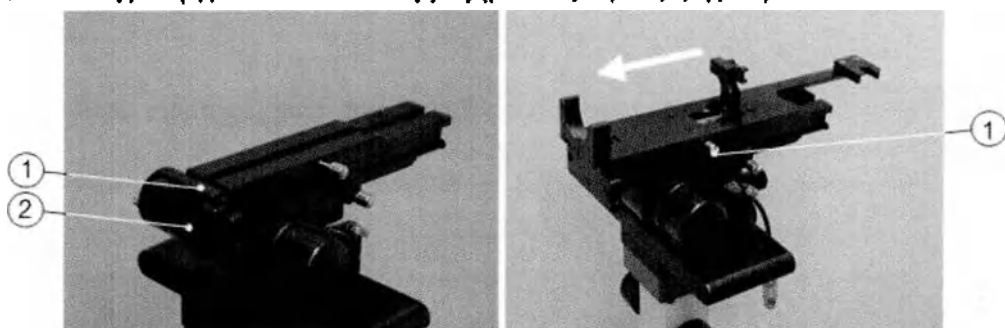

Рис. 6.7. Закрепление винтов (слева), установка адаптера (справа)
- 11 Установите торцевую крышку (рис. 6-7, слева, цифра 1) и закрепите 3 винта с внутренним шестигранником (3 мм) (цифра 2).
- 12 Вставьте адаптер датчика и затяните ручку (рис. 6-7, справа, цифра 1).